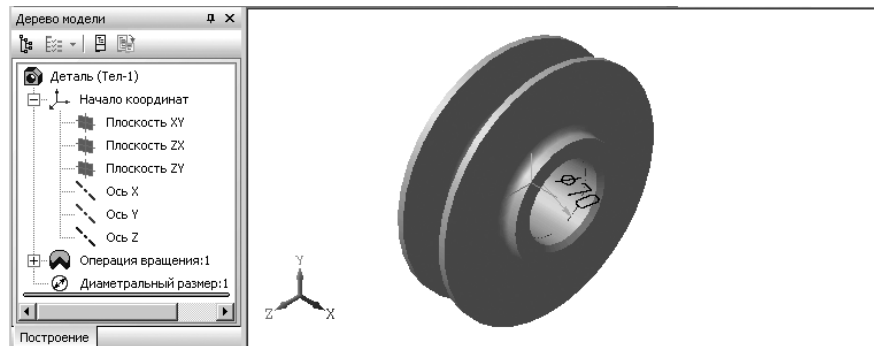

Рис. 3.141. Результат создания диаметрального размера
- щелкните на **Специальной панели управления** по кнопке  **Создать объект**. Появится искомый размер и соответствующий пункт в **Дереве модели** рис. 3.141.